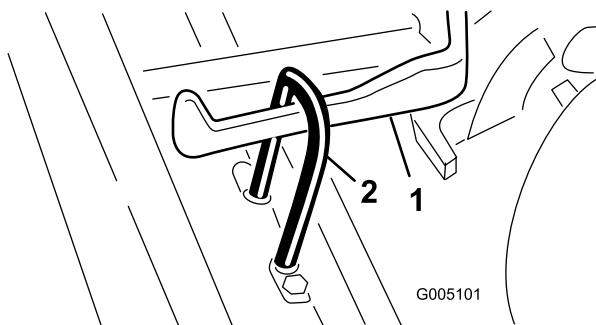

Figura 9
3. Faça deslizar a unidade de corte para debaixo da estrutura de apoio enquanto engata o cilindro de elevação no braço de elevação (Figura 9).